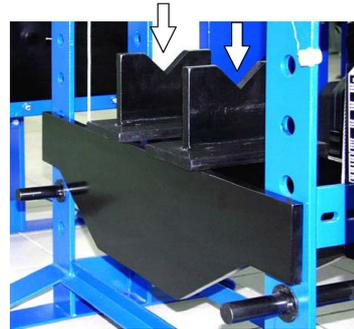

Fig. 12: Ajuste del área de trabajo
Paso 2: Coloque la pieza de trabajo en el área de trabajo o de sujeción de la prensa table (Fig.12)